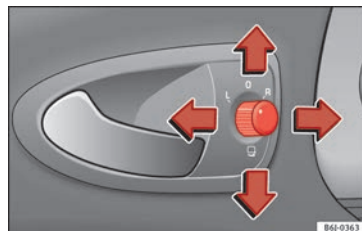

Abb. 131 Drehschalter für die Außenspiegel.
1. Drehen Sie zunächst den Drehknopf » **Abb. 131** in Stellung **L (linker Außenspiegel)**.
- Zum Anklappen der Außenspiegel drehen Sie den Drehknopf » **Abb. 131** in Stellung **☐**. Sie sollten die Außenspiegel immer anklappen, wenn Sie eine automatische